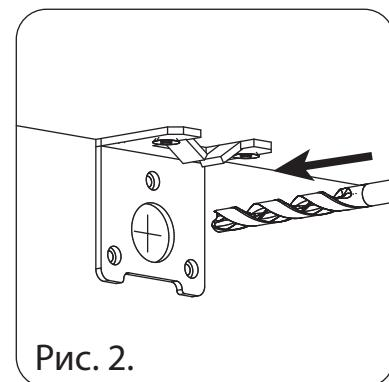

Рис. 2.
2. При установке ящика на направляющие ящик должен попасть соответствующими отверстиями на боковинах ящика на фиксаторы (см. рис. 2) направляющих.